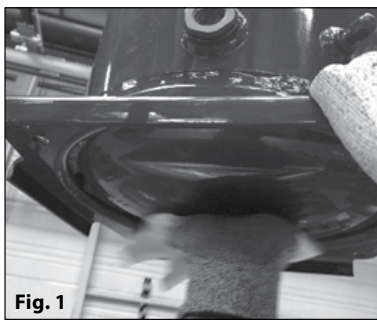

Fig. 1
- Clean and degrease the compressor surface (Fig 1).
- S'assurer de la propreté de la surface du compresseur et la dégraisser (Fig 1).
- Assicurarsi che la superficie del compressore sia pulita e priva di grasso (Fig 1).